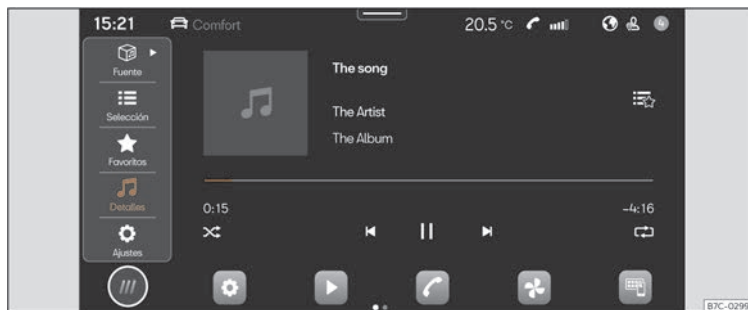

Fig. 128 Representació esquemàtica::Vista Multimedia
- Premeu **HOME > ► >>> fig. 128**.